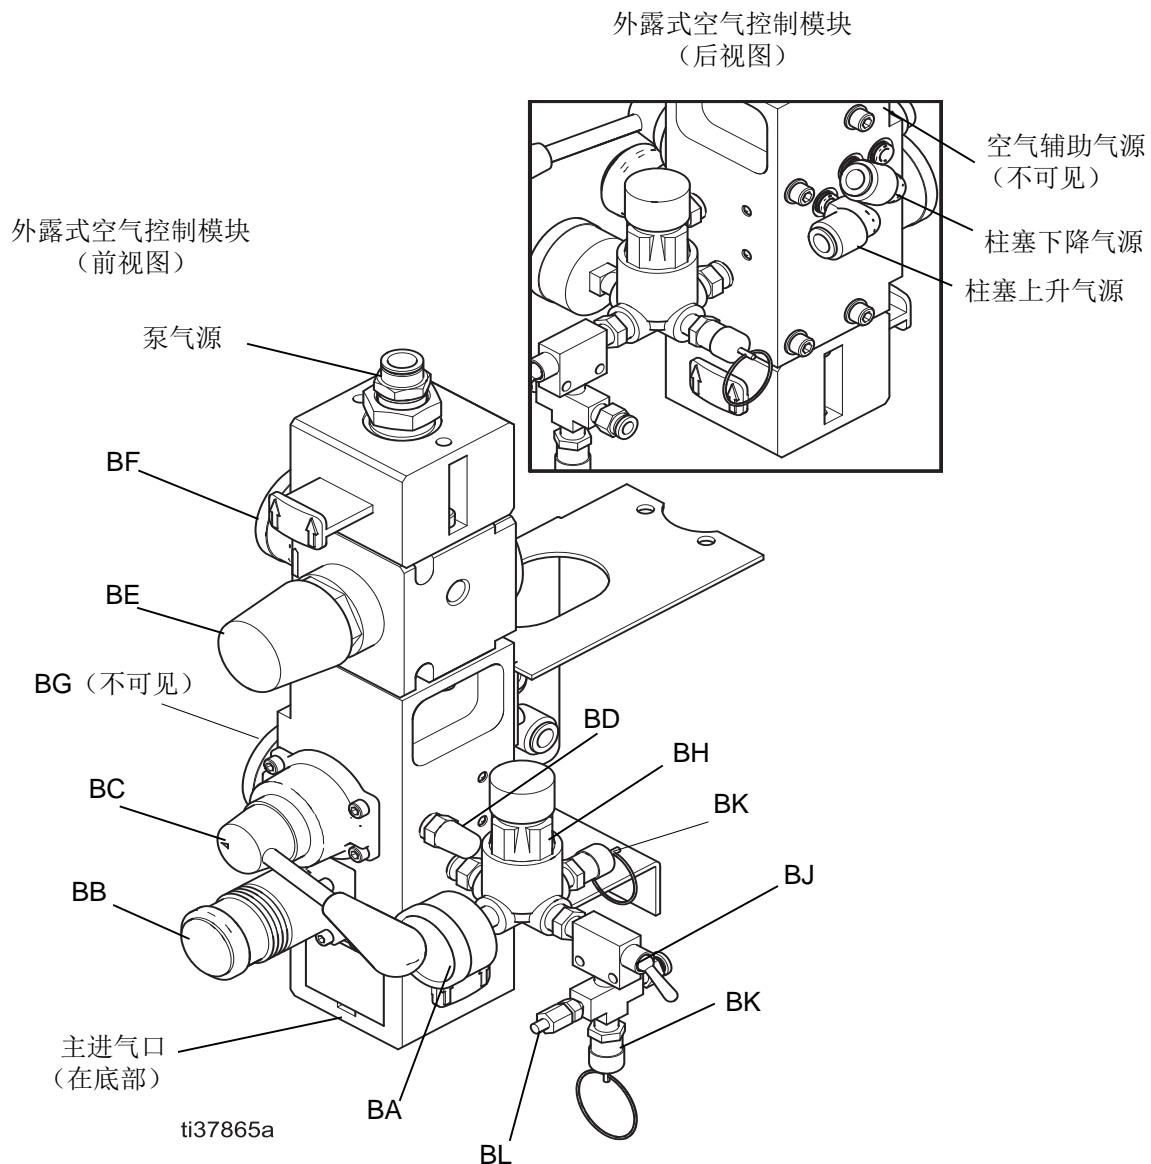

图 2: 外露式空气控制模块
- H 外露式空气控制器（参见图 2）
参见图 2。外露式空气控制器上的进气口尺寸为 3/4 npt(f)。集成空气控制器包括：
- 密封件放气阀 (**BL**)：需要时释放充气密封件中的空气以适应料桶渐变的直径。有关外露式空气控制模块的内容参见图 2。
1. 关闭空气马达滑阀 (BF)。参见图 2。
2. 将柱塞导向空气调节器调回到零位。将柱塞导向开关 / 阀 (BC) 调至 "下降" 位置。柱塞将缓慢下降。
4. 关闭充气密封件开关 (BJ)。
6. 关闭主空气阀 (BA)。